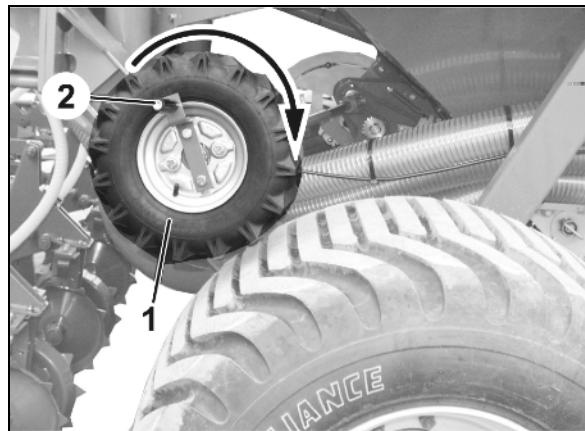

Рис. 84
4. Отверните и снимите крышку подшипника (Рис. 84).